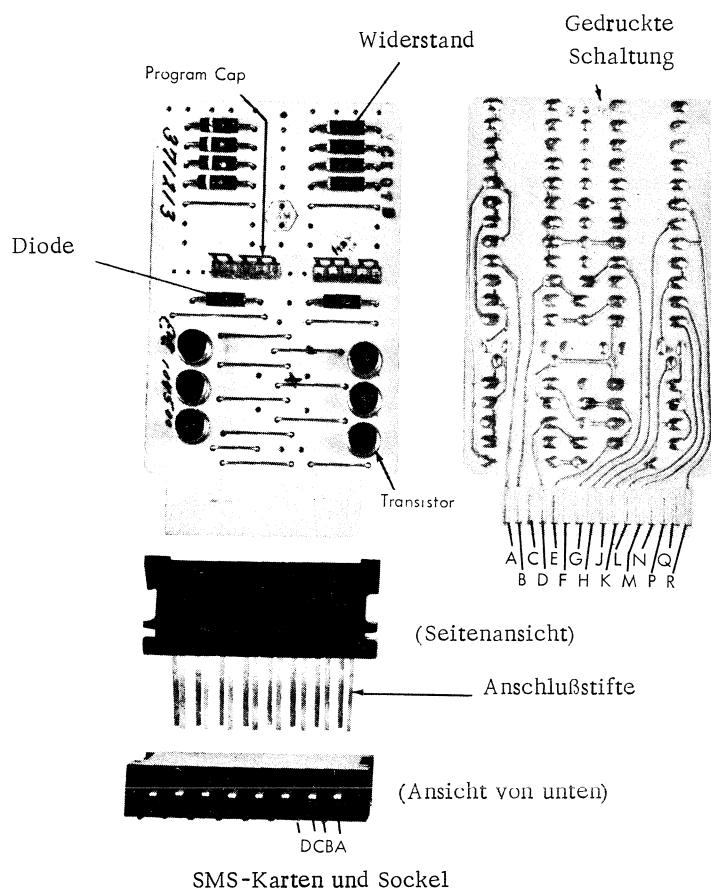

Abb. 205
- 7 Eine SMS-Karte hat normalerweise mehr als einen Stromkreis. Diese Stromkreise bestehen aus einem oder mehreren Transistoren, den erforderlichen Widerständen und anderen Elementen. Die Stromkreise auf einer Karte haben normalerweise die gleiche Funktion. Es können sich zum Beispiel vier Inverter oder vier Emitter-Follower-Stromkreise auf einer Karte befinden. In Abbildung 205 sind einige Brücken mit der Bezeichnung PROGRAM CAP gezeigt. Diese Brücken können unterschiedlich angeschlossen sein, wodurch sich die Stromkreis-Eigenschaften einer Karte ändern. Auf diese Weise kann eine Grundkarte hergestellt werden und durch Ändern der CAP's lässt sich diese variieren.